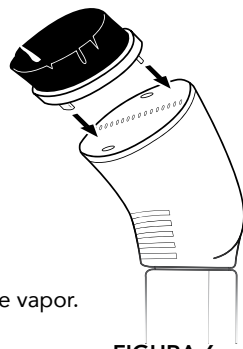

FIGURA 6
3. Presione el Cepillo para telas firmemente sobre la Boquilla de vapor hasta que encaje y quede ajustado en su lugar (FIGURA 6).